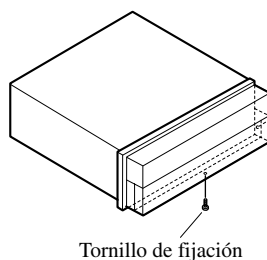

Fig. 20
- **Fije el panel delantero a la unidad utilizando los tornillos de fijación después de quitar el panel delantero. (Fig. 20)**